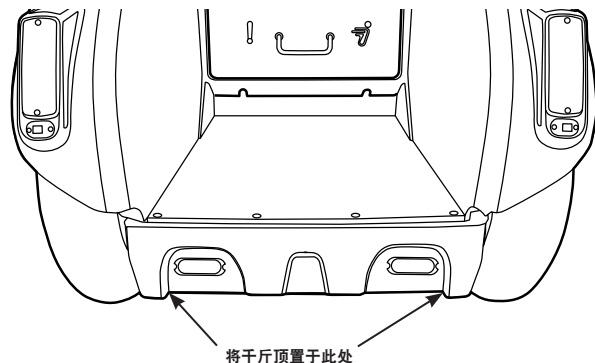

图 50: SE-3 Patroller 后提升点
4. 将车轮千斤顶放在 SE-3 Patroller 滑板背部的下方，靠近要更换的车轮（图 50）。升起 SE-3 Patroller，直到车轮刚刚离开地面。
2. 用千斤顶向上将 SE-3 Patroller 顶住（图 50）。